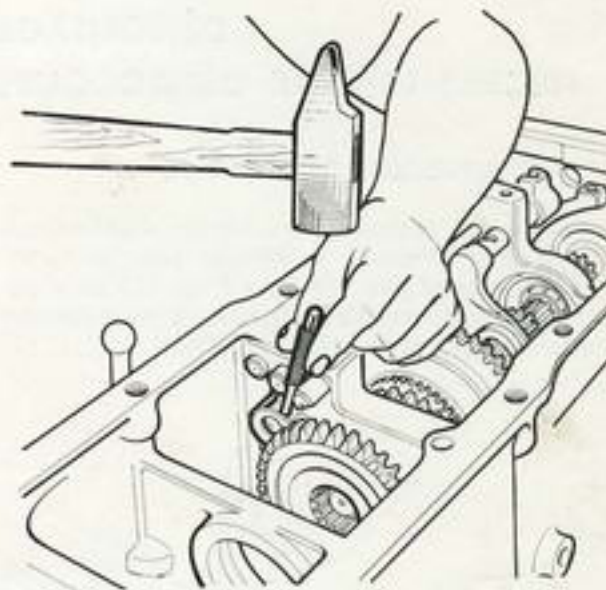

Fig. 10
- Le pignon baladeur peut se démonter facilement après dépose de sa fourchette de commande (Fig. 10).
— L'axe et fourchette de synchro peuvent seuls être démontés sans nécessiter le désaccouplement de la boîte (voir Fig. 10).